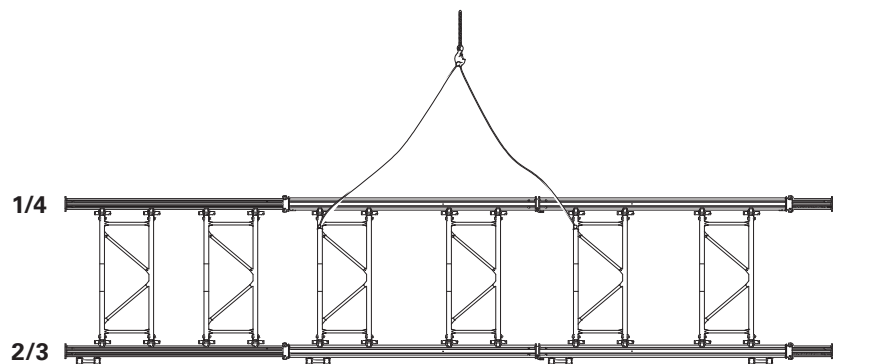

Fig. A3.09
- Il telaio MP MRK più corto (2) si trova sopra/sotto. (Fig. A3.09)